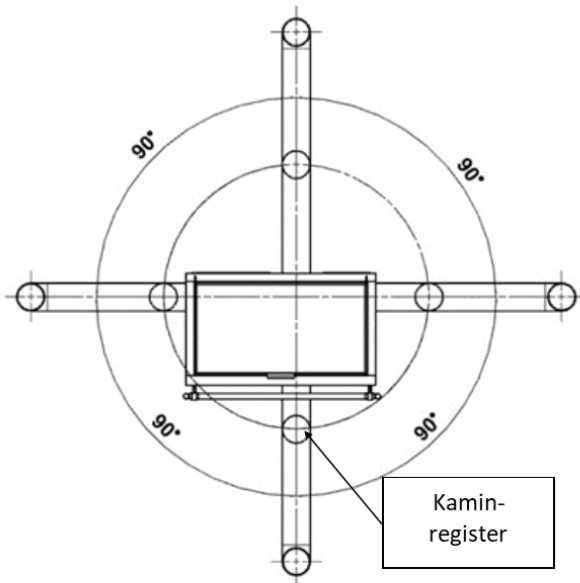

ABB. 30
5. Der Kamin ISLA hat den Vorteil, dass der Rauchabzug in jede Richtung ausgerichtet werden kann (Abb. 30).